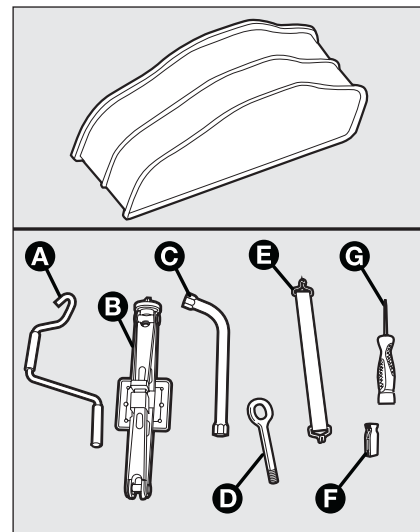
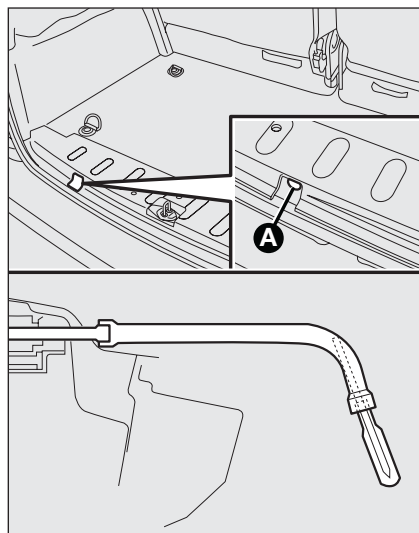
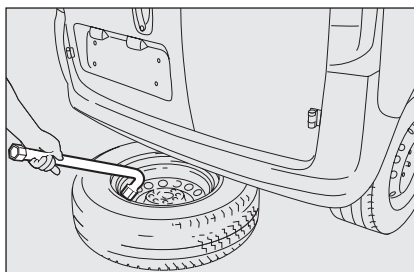

fig. 3
fig. 4
fig. 5
- ☐ dentro de la bolsa se encuentran las siguientes herramientas **fig. 3**:
❑ retirar la llave **C-fig. 3** e, interviniendo desde el interior del compartimiento de carga, desenroscar el tornillo de bloqueo del soporte de la rueda de repuesto **A-fig. 4** para permitir que esta última descienda. Para reducir el esfuerzo introducir el destornillador **G-fig. 3** en el alojamiento ubicado en el interior de la llave **C**;
❑ utilizar la llave **C-fig. 3** para llevar la rueda fuera del vehículo **fig. 5**;
❑ aflojar aproximadamente una vuelta los tornillos de fijación de la rueda que se debe sustituir, utilizando la llave **C-fig. 3**;
- ☐ vuelva a levantar la rueda volviendo a atornillar el perno de bloqueo **A-fig. 4**;